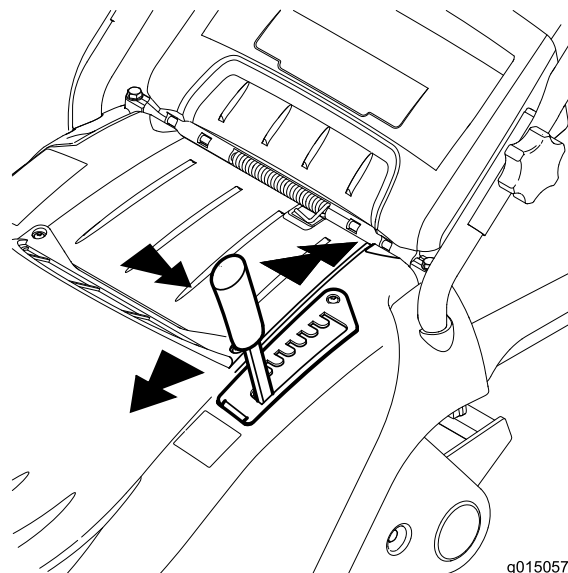

Рисунок 13
- Выведите рычаг высоты скашивания из фиксирующего паза, в котором он находится, и передвиньте его вперед или назад в требуемый паз (Рисунок 13).